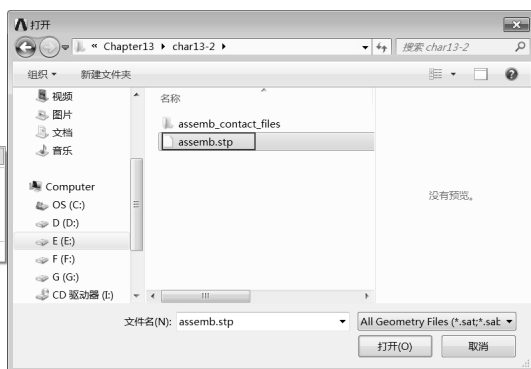

图 13-43 “打开”对话框
Step2：在弹出的“打开”对话框中选择文件路径，导入 assemb.stp 几何体文件，如图 13-43 所示，此时 A2 Geometry 后的 ? 变为 ✓，表示实体模型已经存在。